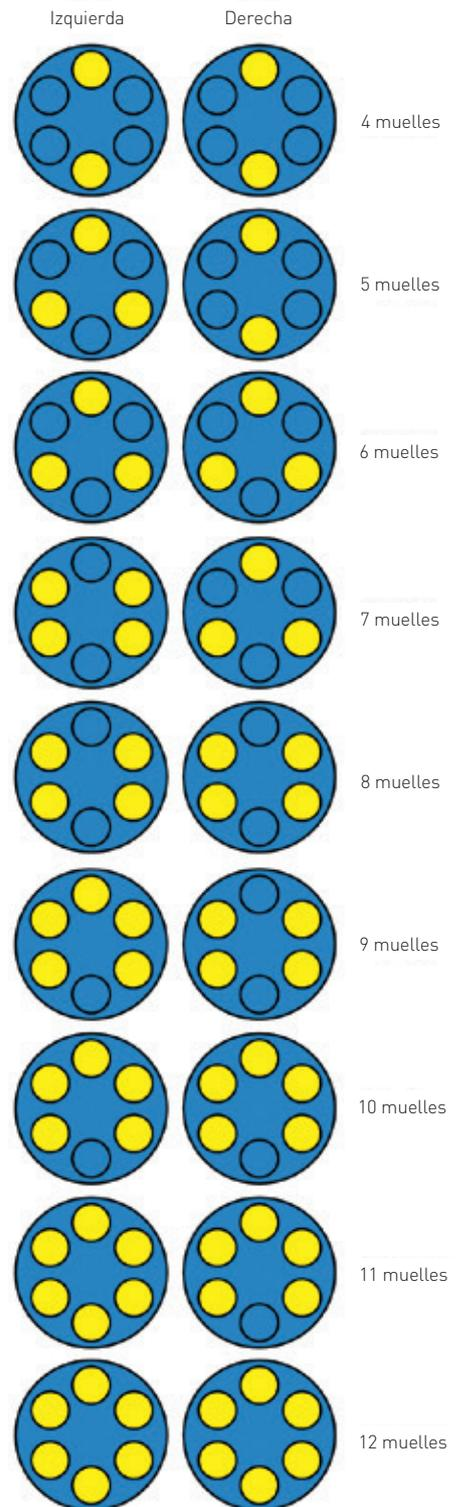

FIGURA 6 - Asignación de muelles
- a. Girar el piñón (2) en sentido horario hasta la posición cerrada
- c. Localizar la cantidad correcta de cartuchos de muelles (6) en las cavidades del cabezal del pistón. Para durabilidad, asegurar dividir la cantidad de muelles de manera uniforme a ambos lados, con una diferencia máxima de 1 muelle, y usar la configuración como se indica en la figura 6 basada en la cantidad de muelles.
3. Colocar las juntas de las tapas de los extremos (20) a las tapas de los extremos (4) aplicando una ligera cantidad de grasa.
4. Colocar la tapa del extremo en la parte superior de los cartuchos de muelles y asegurar que los muelles queden situados en cavidades para los muelles. Colocar la tapa del extremo al cuerpo de manera uniforme usando los tornillos para la tapa del extremo (22) y las arandelas (15). Apretar los tornillos de las tapas de los extremos con el par recomendado (tabla 2). Asegurar que los muelles se mantienen en su posición durante el montaje de las tapas de los extremos.
5. Colocar el indicador de posición (25) en la parte superior del actuador.
- c. Localizar la cantidad correcta de cartuchos de muelles en las cavidades del cabezal del pistón. Usar la configuración como se indica en la figura 6 basada en la cantidad de muelles. Para durabilidad, asegurar dividir la cantidad de muelles de manera uniforme a ambos lados, con una diferencia máxima de 1 muelle.
9. Colocar las juntas de las tapas de los extremos (20) a las tapas de los extremos (4) aplicando una ligera cantidad de grasa.
10. Colocar la tapa del extremo en la parte superior de los cartuchos de muelles, y colocar la tapa del extremo al cuerpo de manera uniforme usando los tornillos para la tapa del extremo (22) y las arandelas (15). Apretar los tornillos de las tapas de los extremos con el par recomendado (tabla 2). Asegurar que los muelles se mantienen en su posición durante el montaje de las tapas de los extremos.
11. Colocar el indicador de posición (25) en la parte superior del actuador.
La cantidad de muelles que se usa puede variar entre 4 y 12 piezas. Para durabilidad, asegurar dividir la cantidad de muelles de manera uniforme a ambos lados, con una diferencia máxima de 1 muelle, y usar la configuración como se indica en la figura 6 basada en la cantidad de muelles.